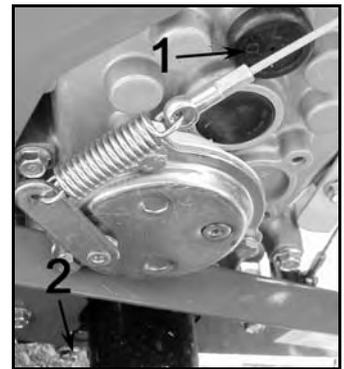

Figura 9
#### Livello olio trasmissione (Figura 9):
- Controllare il livello togliendo il tappo in gomma (1, Figura 9): l'olio deve essere visibile dal bocchettone.